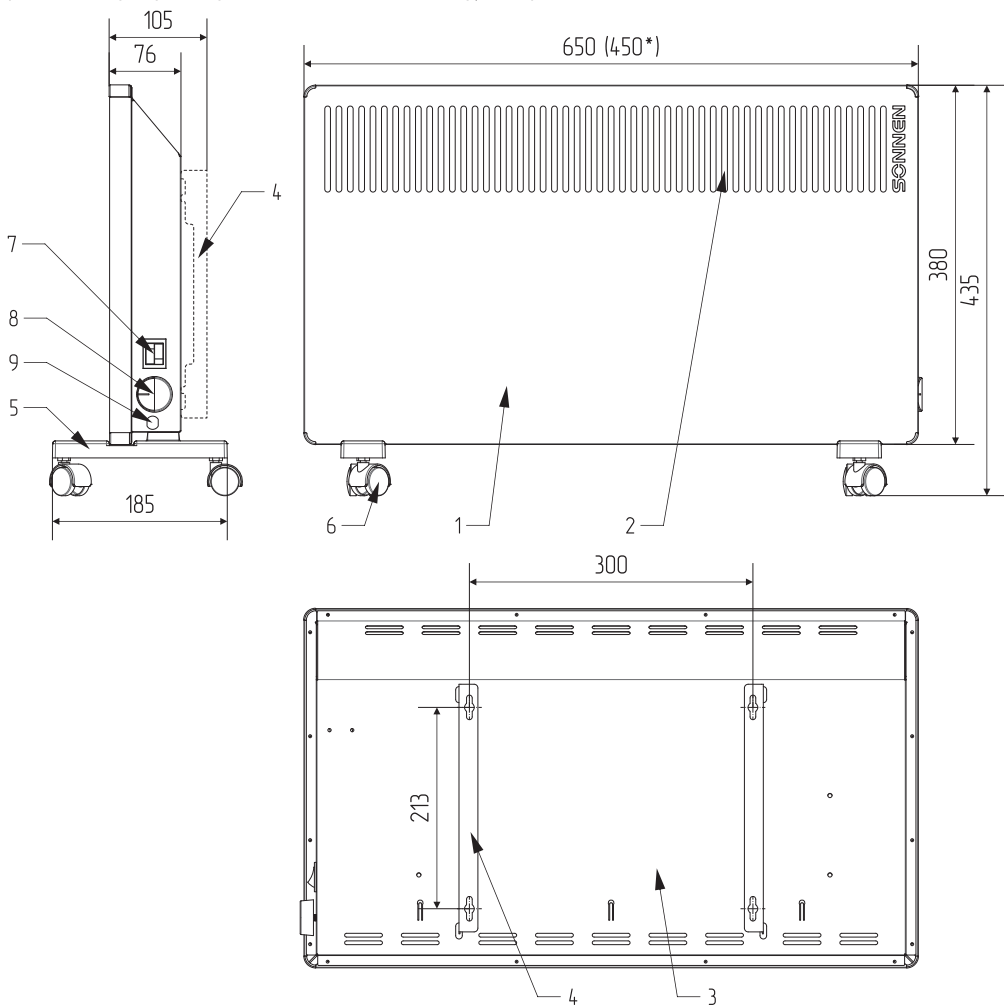

Рисунок 1.
5.1. Конвектор (см. рис. 1) представляет собой металлический корпус, состоящий из передней панели (1) и задней панели (3), внутри которого на шасси расположен электронагревательный элемент (на чертеже не показан). На корпус могут быть установлены настенные кронштейны (4) или колёсные опоры (5), имеющие по 2 поворотных колеса (6). На боковой поверхности корпуса расположены рокерные переключатели с подсветкой (7) и ручка термостата (8). На боковой поверхности корпуса расположены рокерные переключатели с подсветкой (7) и ручка термостата (8).
6.3. Для настенного монтажа конвектора следует помощью уровня и рулетки (линейки) разметить на стене отверстия. Межцентровое расстояние посадочных отверстий указано на чертеже (см. рис. 1).